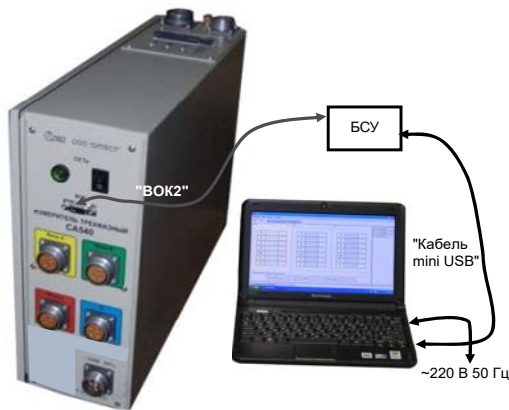

Рисунок 8.8
1) Зібрати схему (рисунок 8.8). Встановити вимикач на БСУ в положення "I".